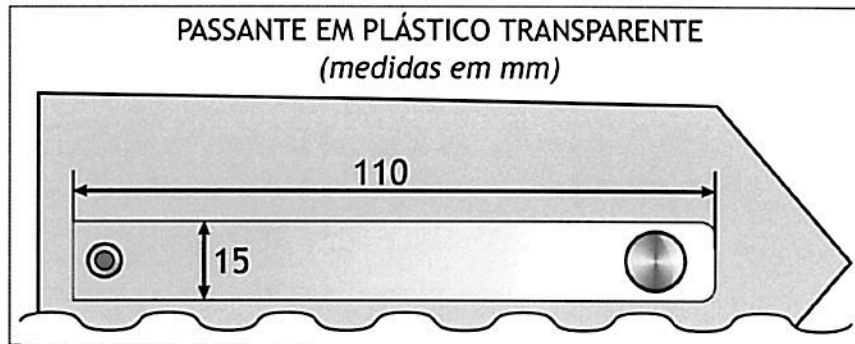

Figura 4: passante.
08.02.07 No verso da peça será aplicado um passante em plástico transparente, flexível e não elástico (CC), com 1mm de espessura (CD), 15mm de largura (CD) e 110mm de comprimento (CD), alinhado com o eixo de simetria da peça e centralizado sobre este, conforme figura 4.